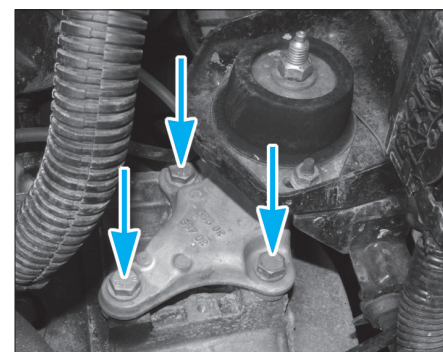

Fig. 5
- Déposer les trois vis su support moteur (Fig.5).